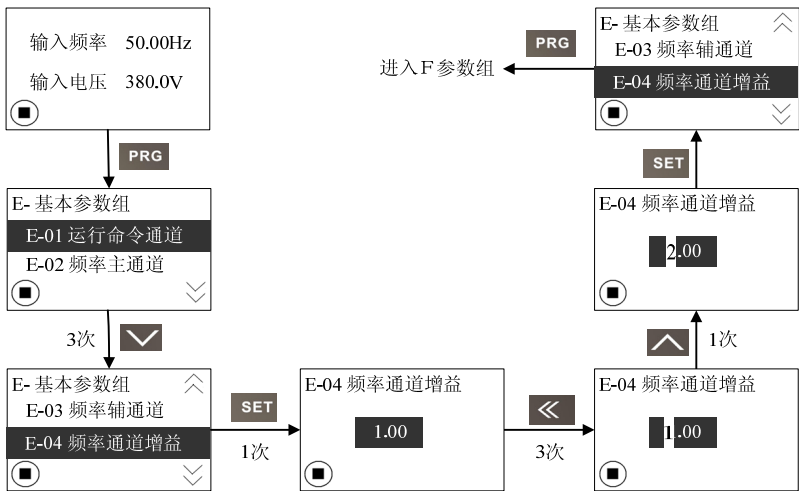

图 4-9：数据操作界面流程
(2) 数据操作界面流程：以功能代码 E-04 下频率通道增益设定为例来介绍，设置 E-04 的参数值为 2.00，具体操作如下图 4-9 所示。